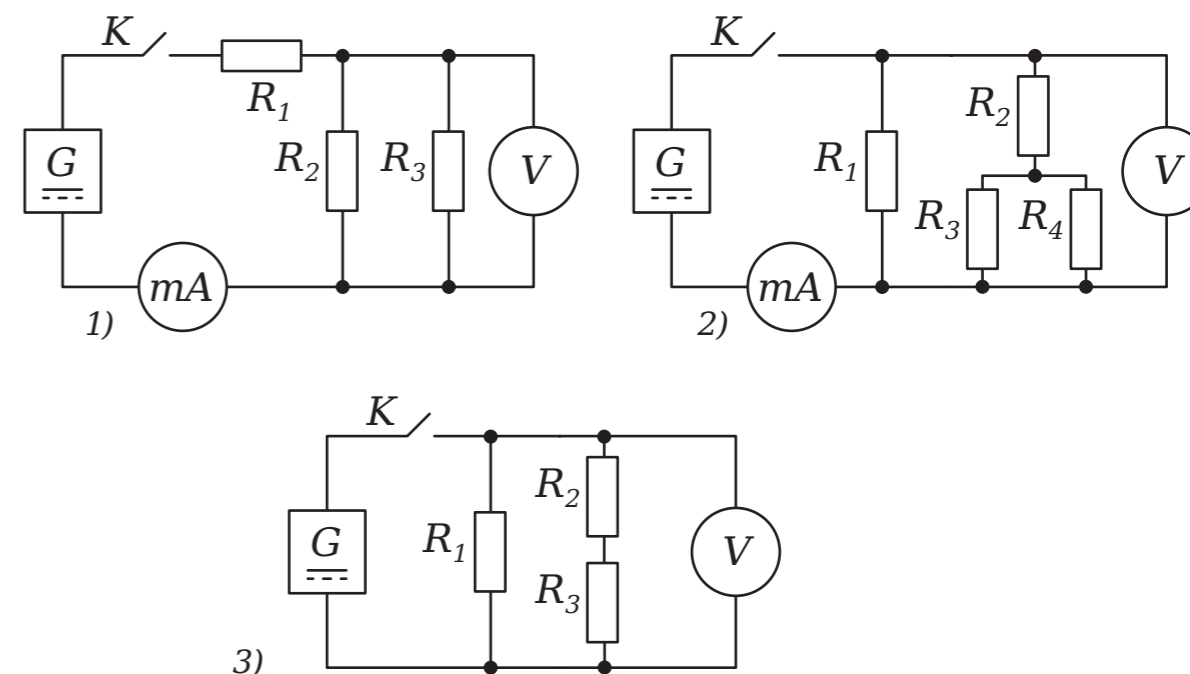

Рисунок 1.
Существует три основных типа соединения проводников в электрической цепи - последовательное, параллельное и смешанное (рисунок 1).
Смешанное соединение проводников, как следует из названия, является совокупностью комбинаций последовательного и параллельного соединений, причем в состав этих соединений могут входить как отдельные резисторы, так и более сложные составные участки. Расчет смешанного соединения опирается на принцип разделения схемы на более простые участки, соединенные последовательно или параллельно. Так, например, на первой схеме (рисунок 1) параллельно соединенные резисторы R_2 и R_3 можно заменить одним резистором, сопротивление которого
находится по правилам параллельного соединения. Получим эквивалентную схему с двумя резисторами, включенными последовательно друг с другом. Их можно заменить одним резистором, сопротивление которого равно общему сопротивлению цепи. Аналогично поступают с резисторами R_3 и R_4 на второй схеме (рисунок 1).
3. Выполните сборку одной из представленных выше схем (рисунок 1), после чего установите напряжение на источнике тока в пределах 4 В. Включите оборудование для сбора данных.